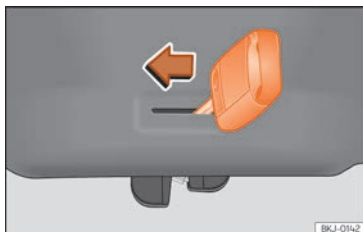

Fig. 100 Pormenor da bagageira: destrancagem de emergência.
- Introduza o palhetão da chave na ranhura e desloque a chave no sentido da seta até que a fechadura desbloqueie »» **Fig. 100**.